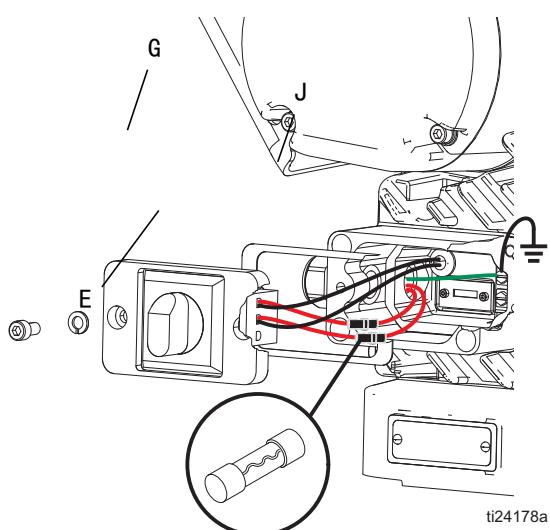

图 4：接地线
6. 在空间允许的情况下，将风扇导线及其他电源线放在隔断块 (J) 两侧的开放区域。重新安装接线盒盖。参见图 4。